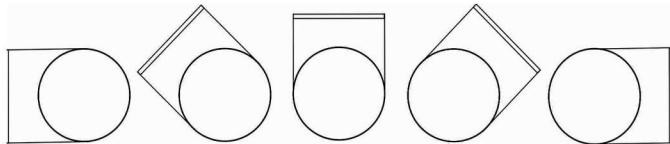

figure 1/рисунок 1
1. Heater can be installed in any position (look at figure 1) except electrical connection box downward.
7. If heaters is with pressure switch installed, after heaters installation pressure switch must be in vertical position (look at figure 1 a).
1. Нагреватель можно монтировать в любом положении (см. рис.1), кроме положения, когда коробка электрического подключения направлена вниз.
7. После монтажа нагревателя, реле давления должно быть вертикально, как на рисунке (см. рис.1а).
figure 1 a/рисунок 1 а